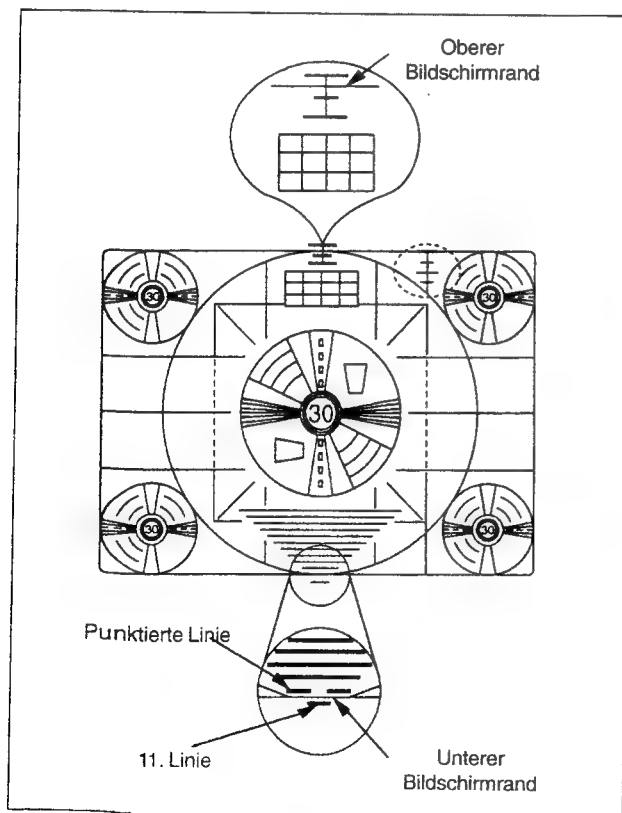

Abb. E5
- R3524 (Vertikale Verschiebung) so einstellen, daß das Bild der Abb. E5 entspricht.